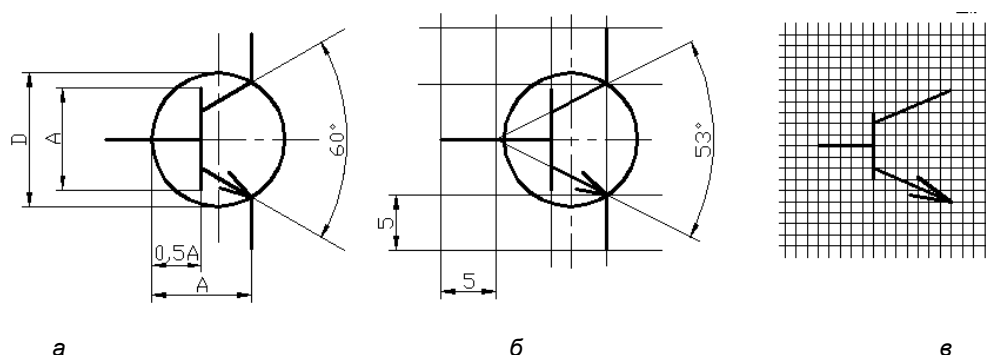

Рис. 2.2. Варианты УГО транзистора: а — по ГОСТ 2.730-73; б — в сетке с шагом 5 мм; в — в модульной сетке по ИУС № 6 1989 г.
Рассмотрим особенности формирования схемного символа на примере биполярного транзистора. В соответствии с ГОСТ 2.730-73 УГО биполярного транзистора формируется геометрическим построением. В окружности диаметром 12 или 14 мм под углом 60° друг к другу и симметрично относительно диаметра строятся два луча. Размер "А" между исходной точкой лучей и точкой их пересечения с окружностью составляет 9 или 11 мм и определяет все остальные размеры УГО. Линия базы транзистора строится на расстоянии 0,5А от исходной точки лучей и имеет длину, также равную А (рис. 2.2, а).
Изменением ИУС № 6 1989 г. к ГОСТ 2.730-73 установлен способ черчения и определения размеров УГО полупроводниковых приборов в модульной сетке (рис. 2.2, в). Это также не слишком полезно при нашем подходе (единая сетка для всех компонентов проекта). Хотя в упоминаемом "Изменении" не указано значение модульного шага, при строгом следовании приведенному в нем рисунку (см. рис. 2.2, в) затруднительно построить УГО так, чтобы оно соответствовало сформулированному требованию единой сетки для цифровых и аналоговых компонентов.
Представляется рациональным решение, изображенное на рис. 2.2, б. Линии УГО проводят через узлы 5-миллиметровой сетки, штрихи электрических контактов также имеют длину 5 или 10 мм, а окружность, изображающая корпус транзистора (согласно ГОСТ 2.730-73 с изменением ИУС № 6 1989 г. ее изображение не обязательно), смещена вправо так, что ее контур проходит через точки окончания линий эмиттера и коллектора. Угол раствора коллектора и эмиттера составляет при этом 53° . На глаз различия изображений рис. 2.2, а и б совершенно незаметны.
3. Проложить необходимое число отрезков, образующих элементы УГО (см. рис. 2.2, б), фиксируя начало и конец каждого щелчком левой кнопки мыши. Черчение очередного отрезка завершается щелчком правой кнопки мыши или клавишей <Esc>. Перед вычерчиванием линии эмиттера клавишей <Tab> снова активизировать настройку параметров и указать стрелку на конце отрезка.